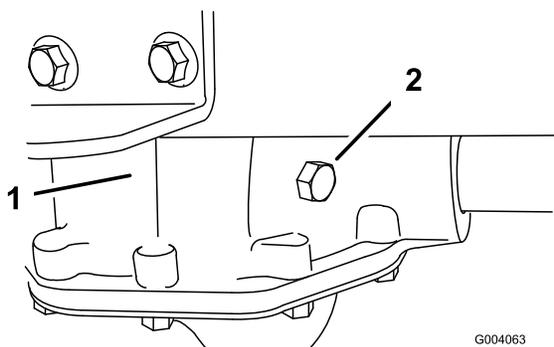

Bild 34
2. Entfernen Sie die Sicherungsschraube an der Antriebsachse (Bild 34).